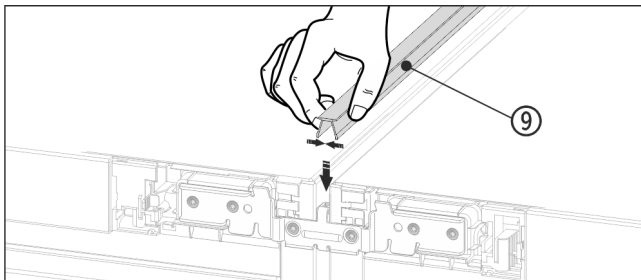

Fig. 20
- Sul lato superiore premere il listello superiore Fig. 20 (9) corto nella fessura orizzontale.